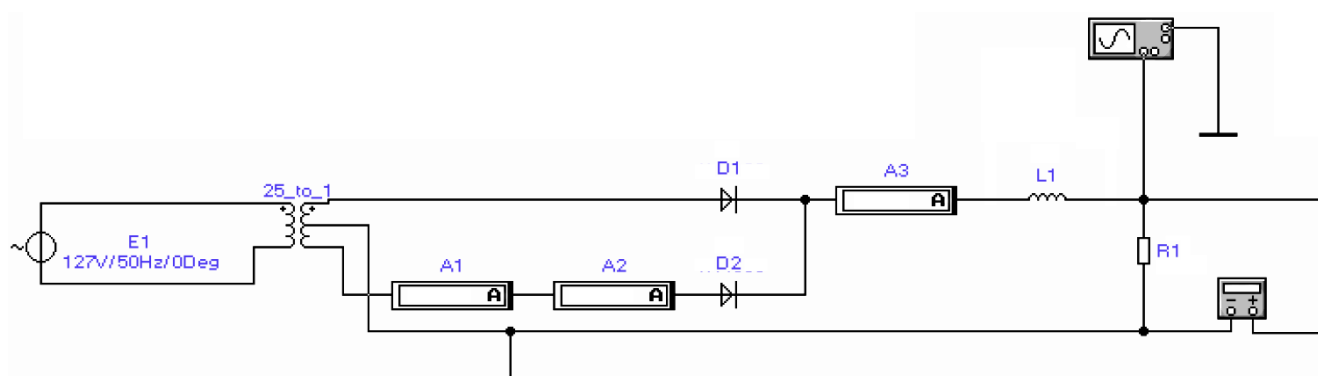

Рисунок 10
9. Исследовать двухполупериодный выпрямитель с выводом от средней точки трансформатора с индуктивным фильтром (рисунок 10).